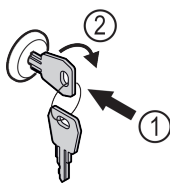

Fig. 153 Примерное изображение
- ▶ Вставьте ключ Fig. 153 (1).
- ▶ Поверните ключ на 90° по часовой стрелке Fig. 153 (2).